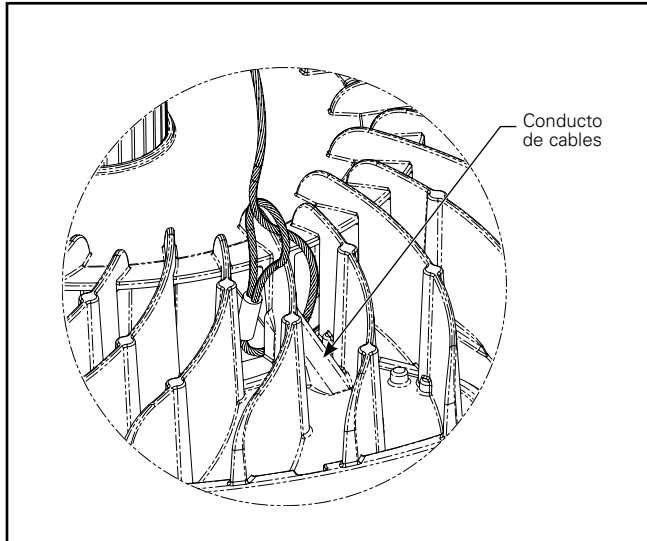

Figura 1.
1. Pase el ojal del cable de seguridad a través de las aletas del disipador de calor y alrededor del conducto de cables tal como se muestra en la Figura 1.